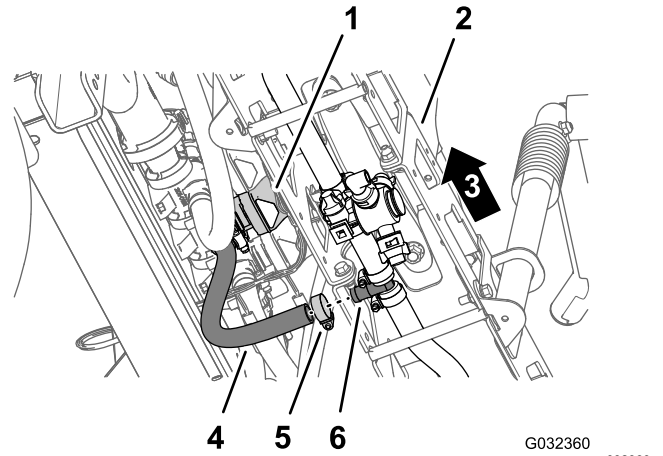

Bild 48
5. Entfernen Sie unter dem mittleren Auslegerabschnitt die Schlauchklammer, mit der der Zulaufschlauch für den Auslegerabschnitt am gezahnten T-Anschlussstück befestigt ist (Bild 48).